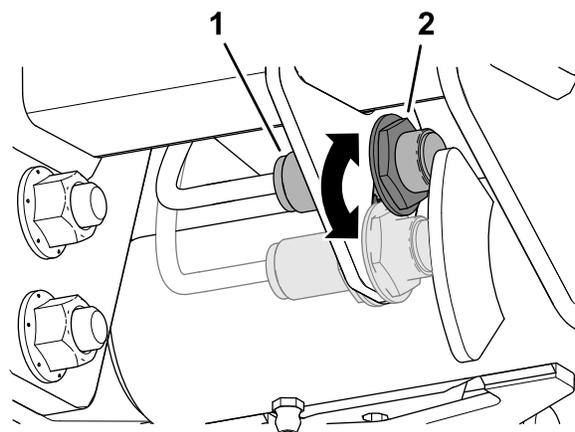

Рисунок 54
3. Ослабьте контргайку, которая крепит переключатель подъемного рычага к пластине переключателя (Рисунок 54).